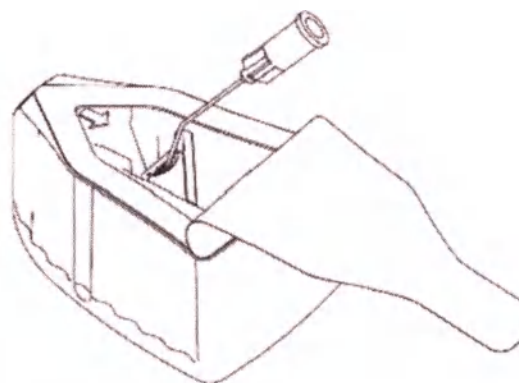

Рис. 1
3. Откройте контейнер с ИОЛ и нанесите вискоэластик на держатель линзы, не извлекая его из контейнера. Не вводите канюлю в держатель линзы, чтобы не повредить ИОЛ, как показано на Рис. 1.